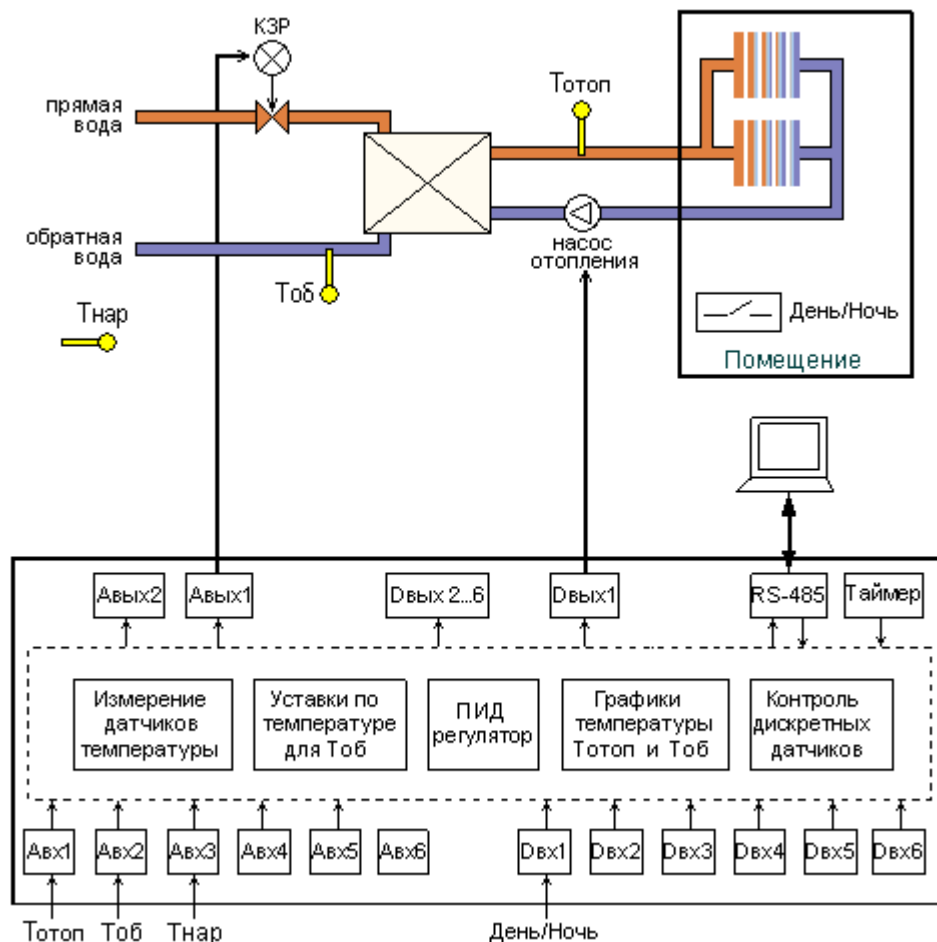

Рисунок 4.7 Функциональная схема системы отопления
4.6.6 Условие «Если равно» и «Если не равно» предназначены для сравнения состояния дискретных входов. Логическая схема условия показана на рис. 4.7, но в качестве числа может использоваться только 0 или 1.